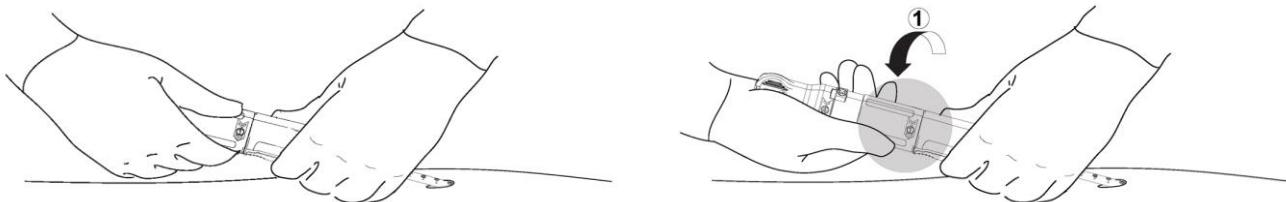

Figura 12. Passo 1 da atuação do Dispositivo de encerramento PerQseal+ (Remoção do implante da bainha).
Segure a extremidade distal da pega do Dispositivo de encerramento PerQseal+ (mais próximo do doente). Estabilize o dispositivo em posição, apoiando esta mão no doente, Figura 12.
- a. Coloque a mão no came da bainha, marcado com "1", e rode esta secção de preensão na direção indicada, 180°, para alinhar os pontos. Certifique-se de que a mão que segura a extremidade distal da pega permanece fixa e que a pega permanece imóvel durante esta rotação. Figura 12. O implante está agora exposto dentro da artéria.